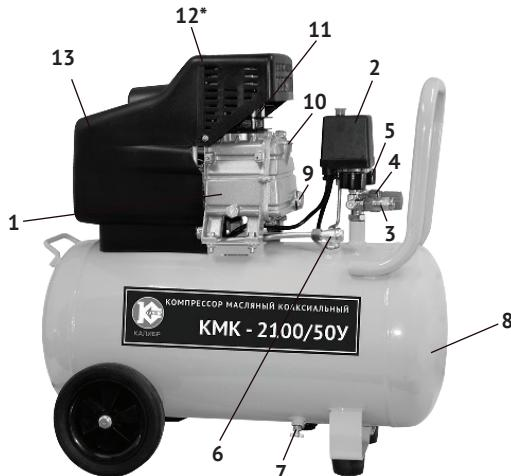

рис. 1
4.1 Общий вид компрессора схематично представлен на рис.1
4.2 Картер компрессорной группы (рис.1 поз.1) с двигателем закреплены на металлическом корпусе ресивера (рис.1 поз.8). Двигатель закрыт пластиковым кожухом (рис.1 поз.13). Вращение якоря двигателя преобразуется кривошипно-шатунным механизмом в возвратно-поступательное движение поршня. Сжатый воздух из выпускного клапана цилиндра подаётся в ресивер. При подключении к быстроразъёмным выходным штуцерам (рис.1 поз.3) коллектора пневмоинструмента, сжатый воздух подаётся к инструменту. Выходное давление в штуцерах регулируется редуктором (рис.1 поз.4) и контролируется манометрами.
рекомендуется оставить компрессор работающим в течение 5 - 8 минут с полностью открытыми выходными кранами (рис.3 поз.2,3) и редуктором (рис.3 поз.4), после чего откройте вентиль слива конденсата (рис.1 поз.7), находящийся снизу ресивера и слейте конденсат. После первых 5-ти часов работы компрессора прорвите крепление винтов головки цилиндра и кожуха двигателя (рис.1 поз.13).